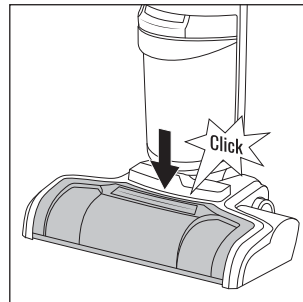

Afb. 40
- ◆ Druk dan het linkerruiteinde van de borstelrol **6** in de opening links in het voetgedeelte **3** tot u hoort dat de borstelrol **6** vastklikt (zie afb. 40).